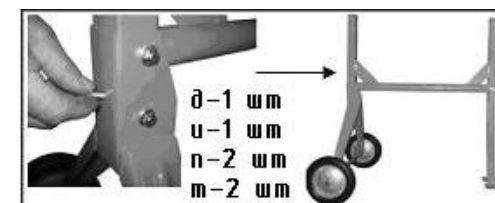

Рис.4
6.3. Смонтируйте раму (Д) в сборе с передней стойкой (Е) на заднюю стойку (В) используя крепеж (д, и, п, т) из пакетов №2 и №12 что бы получилась конструкция как на Рис.4.